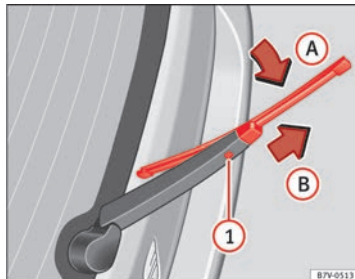

Fig. 112 Substituição da escova do vidro traseiro.
- Levante o braço do limpa pára-brisas e rebata-o um ângulo de aprox. 60° ⇒ Fig. 112.
- Mantenha pressionado o botão de desbloqueio ①.
- Rebata a escova na direcção do braço do limpa pára-brisas ⇒ Fig. 112 (seta ④) e ao mesmo tempo puxe no sentido indicado pela seta ⑤. É provável que tenha de aplicar muita força.
- Introduza no braço limpa pára-brisas uma escova nova **com o mesmo comprimento e características**, no sentido contrário à seta ⑤ até que encaixe. Para tal, a escova deve estar na posição recolhida (seta ④).